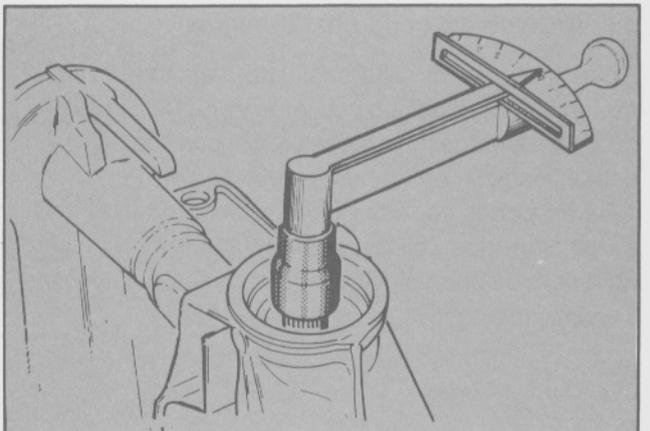

Fig. 50 - Control del torque de giro del piñón.
- Controlar a intervalos regulares el torque de rotación del piñón con un dinamómetro de aguja (Fig. 50).